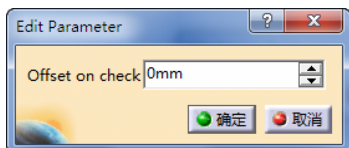

图 4-97 定义检查余量 (3)
- 定义检查余量 (3)。双击“Offset on part”，弹出“Edit Parameter”对话框，可设置余量大小为“0mm”，如图 4-97 所示。